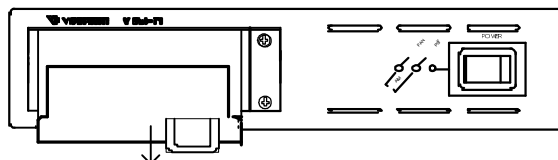

図 4-2 メインモジュールの着脱
(3)メインモジュールを交換する場合は、メインモジュールの取っ手を手前にまっすぐ引き抜きます(図 4-2)。